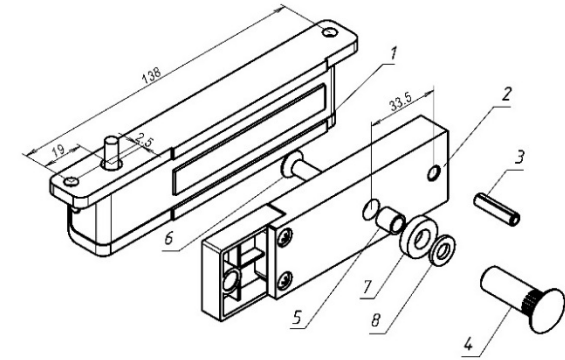

Рисунок 1
3.1 Комплект поставки (рисунок 1):
- корпус (1)
- якорь (2)
- комплект крепления якоря: штифт (3), втулка (4), втулка проходная (5), винт М6х35 (6), кольцо уплотнительное (7), шайба (8).